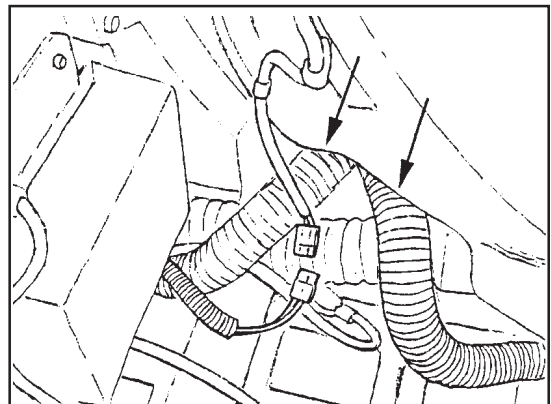

Abb. 13B
14. Schließen Sie die Vakuum- und Quetschwalzenschläuche wieder an dem Deckel des Rückföhrtanks an. Vergewissern Sie sich, dass der Schlauch zum Vakuummotor und der hintere Quetschwalzenschlauch über dem Ablassschlauch installiert werden (siehe Abb. 13B).